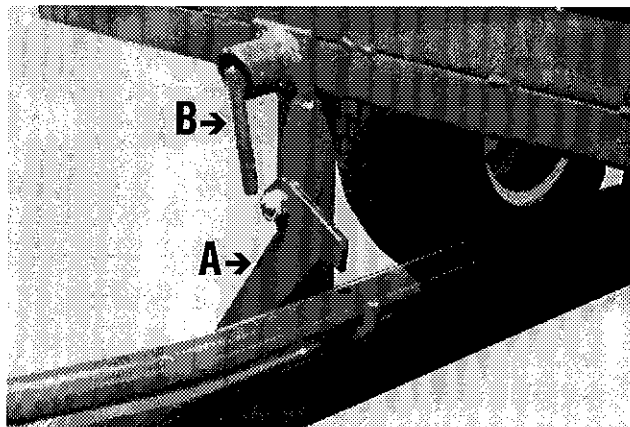
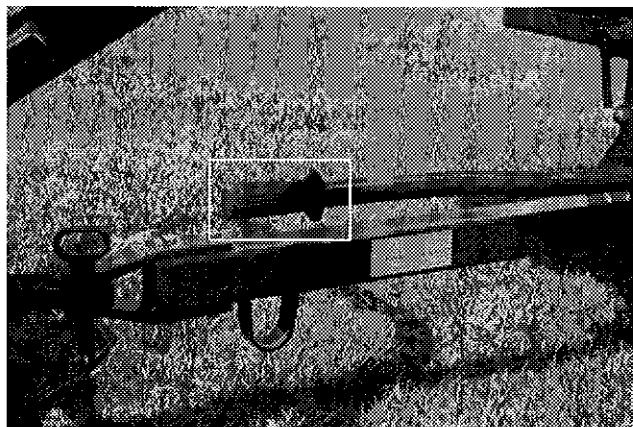

Figure 4
Figure 5
- 2) La barrure de sécurité en «T» (A fig. 4, page 8) doit toujours être placée de façon à bloquer le trajet du levier. Ne la débarrer que le temps d'effectuer le basculement. Assurez-vous qu'elle fonctionne correctement: le basculement doit être impossible lorsqu'il n'y a que la barrure à ressort (B fig. 4, page 8) qui est débarrée.
- 9) Pour faire basculer, placez votre main droite sur la poignée du levier (Fig. 5 page 8) et maintenez la fermement vers le bas. Tirez la barrure à ressort (B fig. 4, page 8), faire pivoter la barrure de sécurité en «T» (A fig. 4, page 8) et ensuite lever la poignée pour basculer. **ATTENTION!** Si le poids de la charge est réparti vers l'arrière, le levier aura tendance à s'élever immédiatement. **DEMEUREZ À L'ÉCART!**
- 8) La barrure de sécurité en «T» (A fig. 4) est conçue de façon à éviter le basculement accidentel de la boîte même si la barrure à ressort (B fig. 4) est tirée. Assurez-vous qu'elle tourne librement autour de son pivot. Ne lever la barrure de sécurité que lors du basculement contrôlé de la boîte.
- 11) Pour faire basculer, placez votre main droite sur la poignée du levier (Fig. 5) et maintenez la fermement vers le bas. Tirez la barrure à ressort (B fig. 4), faire pivoter la barrure de sécurité en «T» (A fig. 4) et ensuite lever la poignée pour basculer. **ATTENTION!** Si le poids de la charge est réparti vers l'arrière, le levier aura tendance à s'élever immédiatement. **DEMEUREZ À L'ÉCART!**
- 12) Après le basculement, abaissez la poignée du levier (Fig. 5) pour replacer la boîte à l'horizontale.
- 13) Replacer la barrure à ressort (B Fig. 4) à la position barrée.